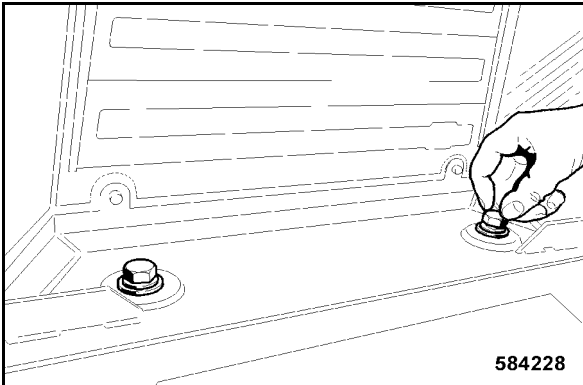

fig. 207
- Visser à la main les deux vis de fixation (fig. 207) dans la partie arrière de la cabine.